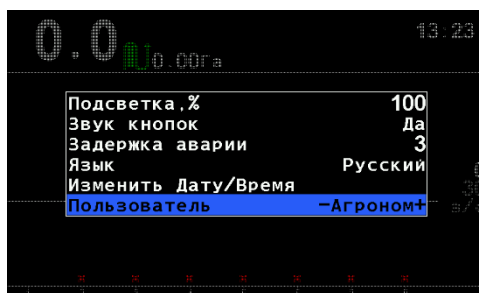

РИСУНОК 32
5. Кнопками  «Вверх» и  «Вниз» выбрать пункт меню «Пользователь» (см. «Рисунок 32»). Кнопками  «Плюс» и  «Минус» выбрать «Агроном» и нажать кнопку  «Меню». В появившемся окне ввести ПИН-код. В случае ввода правильного кода произойдет смена уровня доступа, о чем будет свидетельствовать сообщение на экране, и после этого будет показан главный экран.